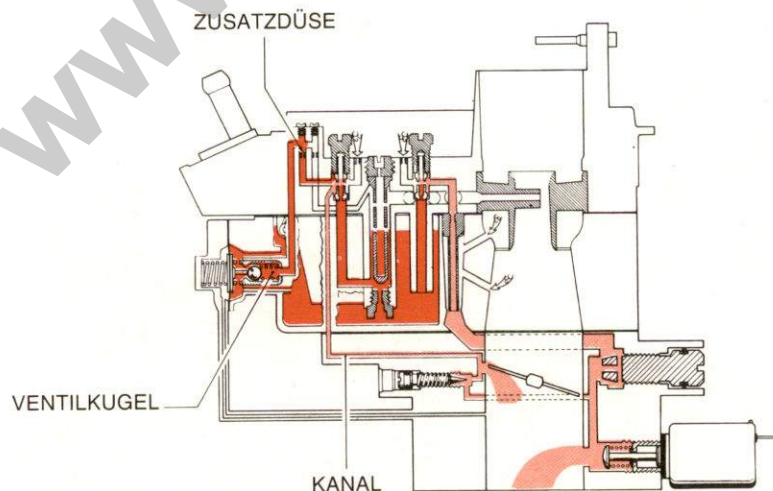

Abb. 4
d) **Übergangssystem mit niedrigen Unterdruckwerten im Saugkrümmer (Abb. 4)**